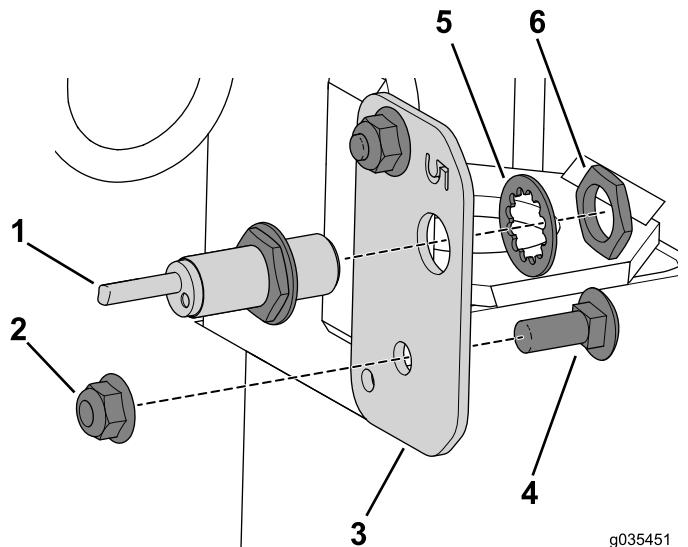

Bild 18
- Befestigen Sie die linke Sensorplatte mit der Schlossschraube ($\frac{3}{8}$ " x 1") und Bundmutter an der Maschine (Bild 18).
- Befestigen Sie den Initiatorsensor, der dem Kit beiliegt, mit der Befestigungsmutter und Scheibe an der linken Sensorplatte (Bild 18).